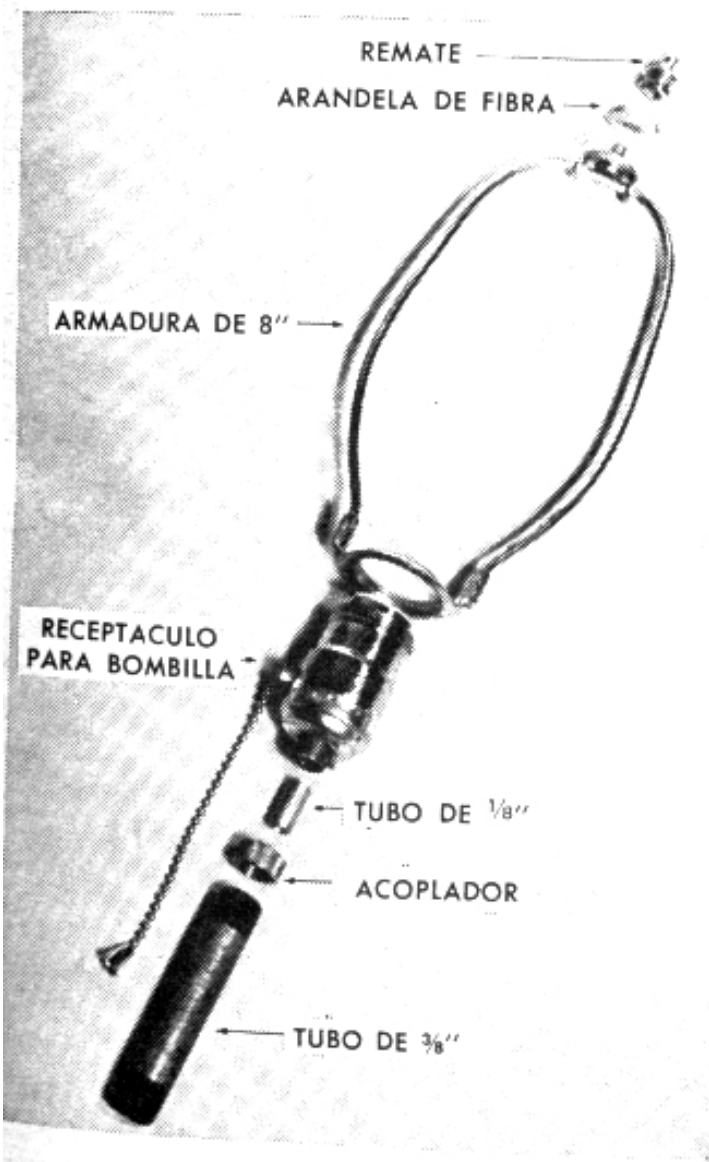

Fig. 10: Estos son los componentes necesarios para terminar esta nueva lámpara
**Fig. 10.** Para eliminar marcas de brocha o de soldaduras, lije ligeramente la superficie asegurándose de que lo hace en la misma dirección de la veta de la madera.